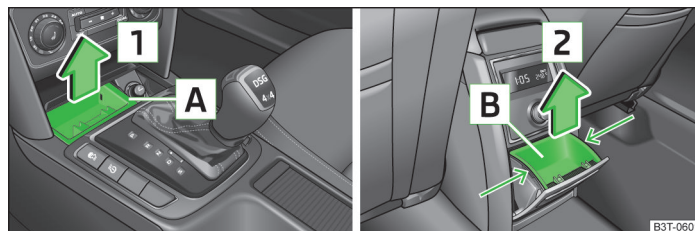

Fig. 71 Consola centrală: Scrumiera din față/spate
- > Prindeți scrumiera în zona **A** » fig. 71 și scoateți-o în sensul săgeții **1**.
- > Prindeți scrumiera **B** » fig. 71 în zona indicată cu săgeți și extrageți-o în sensul săgeții **2**.